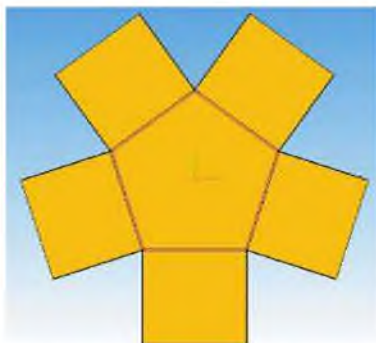

Рисунок 9.15 Развертка листовой детали «Короб»
8. С помощью инструмента **Развертка** система автоматически сформирует модели развертки листовой детали «Короб» (рисунок 9.15). При повтор-